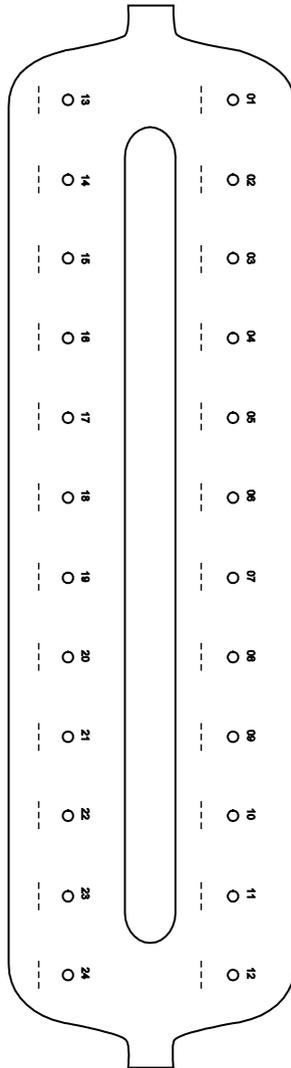

Abbildung 4. Beschriftungsvorlage für Lyseröhrchen (LT), Elutionsröhrchen (ET) und QIAamp MinElute Säulen zur Verwendung auf einem QIAvac 24 Plus Vakuumsystem.
Wir empfehlen eine Beschriftung der Lyseröhrchen (LT), Elutionsröhrchen (ET) und der QIAamp MinElute Säulen zur Verwendung zusammen mit dem QIAvac 24 Plus Vakuumsystems gemäß der Vorlage in Abbildung 4, um eine Verwechslung von Proben zu verhindern. Auf Fotokopien dieser Vorlage können Sie die Namen der Proben aufzeichnen.